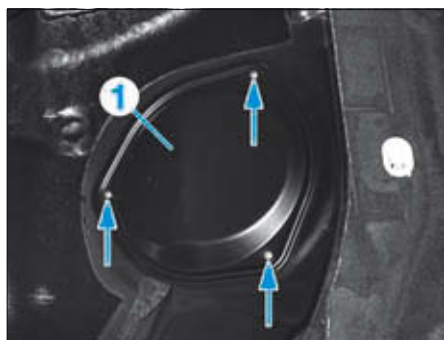

FIG. 26
- Dévisser le cache (1) d'obturation de la pompe sur le plancher (Fig.26).